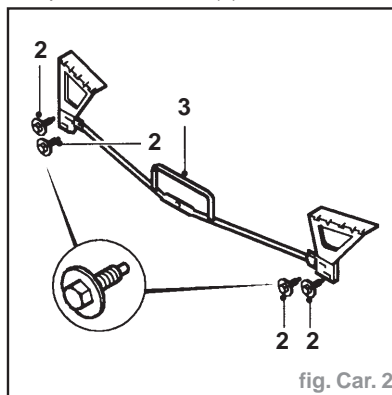

fig. Car. 2
- Enlever 4 boulons maintenant l'armature sur la caisse (2) (fig. Car. 2).
- Déposer l'armature (3).